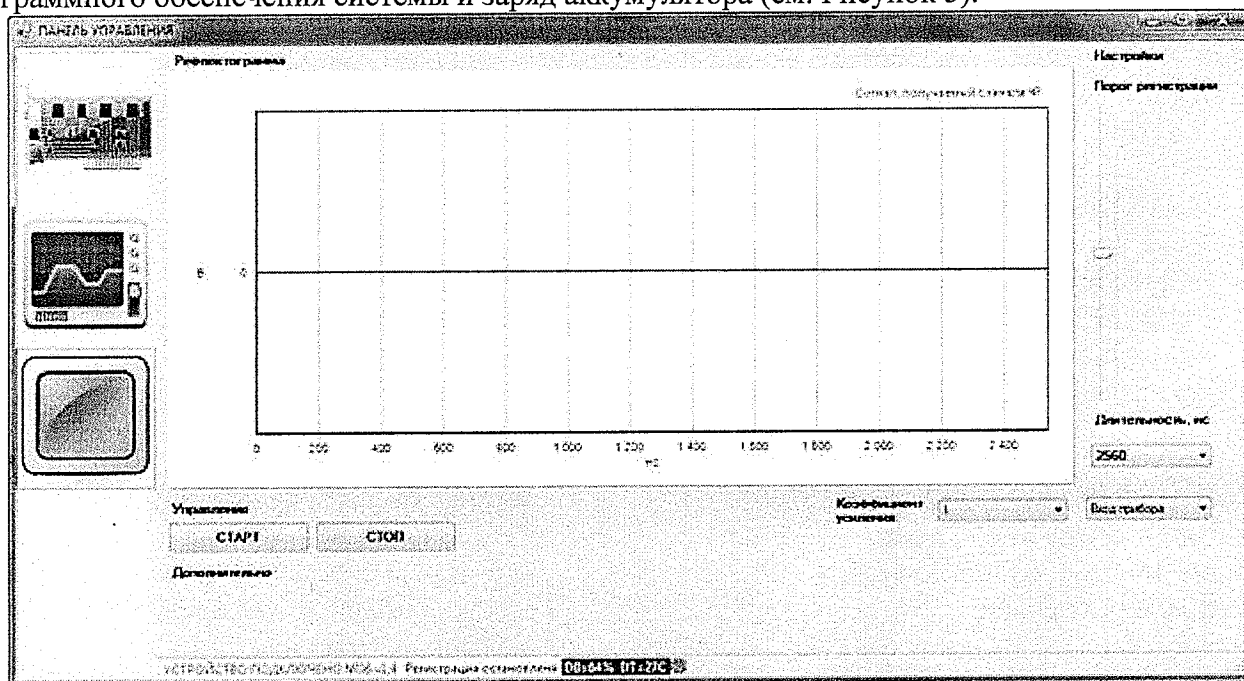

Рисунок 5 – Внешний вид окна программы «CPDA», «Удаленное управление»
7.3.4 Для идентификации встроенного ПО необходимо выбрать на панели инструментов окна программы «CPDA»: «Меню → «Инструменты» → «Удаленное управление». В нижней строке панели удаленного управления отображается номер системы, версия встроенного программного обеспечения системы и заряд аккумулятора (см. Рисунок 5).
7.4.4 Откройте панель «Рефлектометр», для этого нажмите нижнюю кнопку «Рефлектометр», расположенную в левой части окна удаленного управления (см. Рисунок 5).